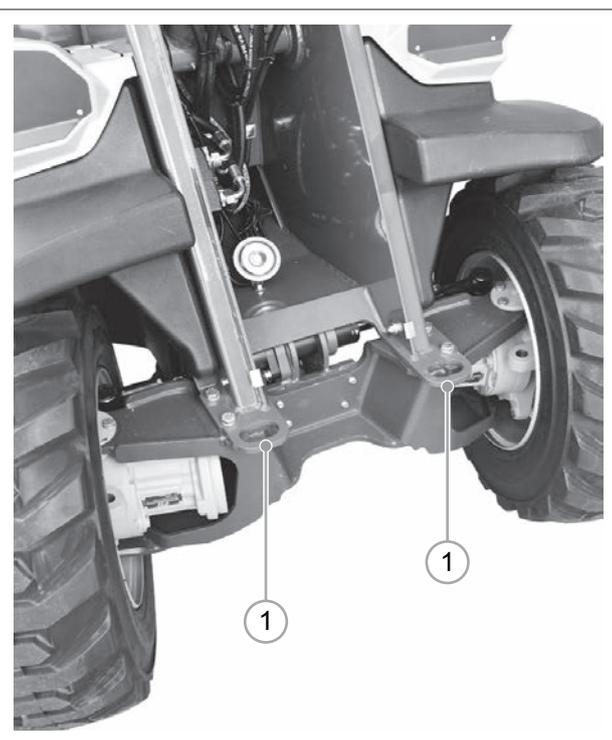

РИС. 46
- 2) Подсоедините к точкам крепления машины (РИС. 46 – Сс. 1) тросы и/или цепи буксировки.